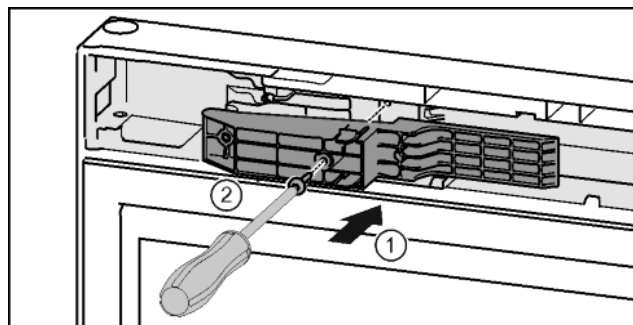

Fig. 47\*
- ▶ Поставете адаптерния елемент от страната на дръжката в прореза.\* Fig. 47 (1)
- ▶ С отвертка T15 затегнете винтовете.\* Fig. 47 (2)